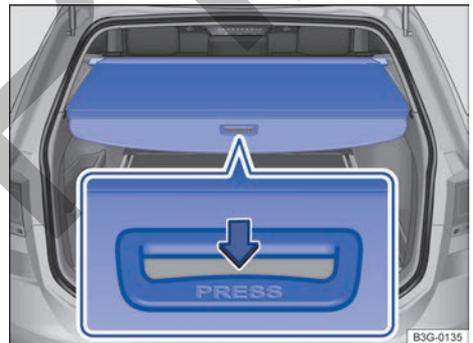

Fig. 156 En el maletero: abrir y cerrar la cubierta del maletero.
- Presione la parte trasera de la cubierta → fig. 156 ① un poco hacia abajo. La cubierta se desplaza automáticamente hasta el centro del maletero.